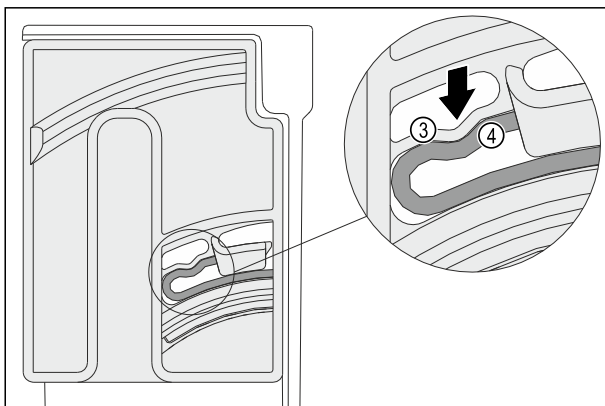

Fig. 101
- Elastisches Element Fig. 101 (3) der Dreheinheit rastet hörbar in der Rundform der Rippe Fig. 101 (4) ein.